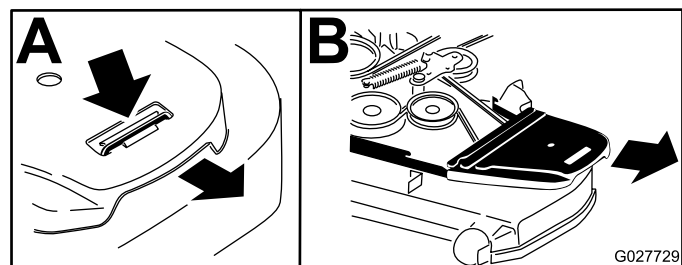

Figura 98
5. Retire la cubierta de plástico de la correa (Figura 98).